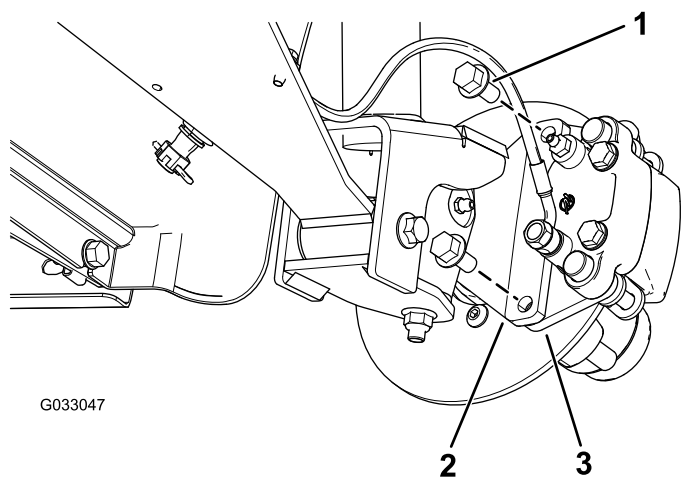
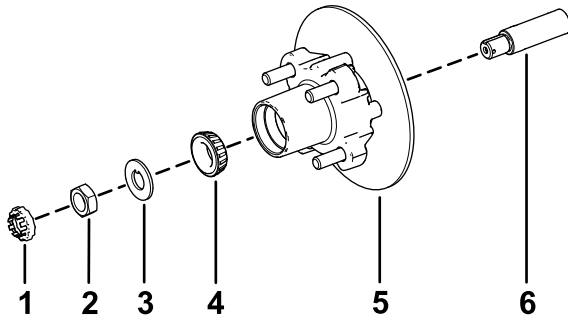

Figure 30
Figure 34
3. Retirez les boulons à embase ($\frac{3}{8} \times \frac{3}{4}$ po) qui fixent le support du frein à la fusée et séparez le frein de la fusée (Figure 30).
1. Appliquez une fine couche de la graisse spécifiée sur la fusée (Figure 34).
2. Montez le moyeu et le disque sur la fusée, en plaçant le disque à l'intérieur (Figure 34).
3. Montez le roulement extérieur sur la fusée et poussez-le contre la bague extérieure (Figure 34).
4. Placez la rondelle à languette sur la fusée (Figure 34).
5. Vissez l'écrou de fusée sur la fusée et serrez-le à 15 N·m (11 pi-lb) tout en tournant le moyeu pour asseoir le roulement (Figure 34).
2. Placez les plaquettes de frein de chaque côté du disque (Figure 30), puis alignez les trous du support d'étrier et les trous du support de frein sur le porte-fusée (Figure 34).
3. Fixez le support d'étrier au porte-fusée (Figure 30) à l'aide des 2 boulons à embase ($\frac{3}{8} \times \frac{3}{4}$ po). Serrez les 2 boulons à embase à un couple de 47 à 54 N·m (35 à 40 pi-lb).